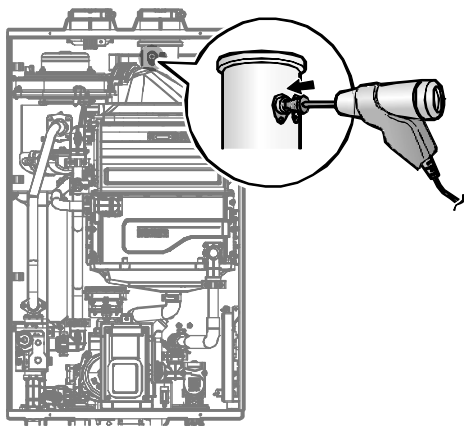

Figure 7. Insertion de l'analyseur
- a. Desserrez la vis, tournez la plaque et retirez le joint d'étanchéité pour accéder au port de surveillance des émissions, comme illustré à la figure 7.
- b. Insérez l'analyseur dans le port (figure 7).